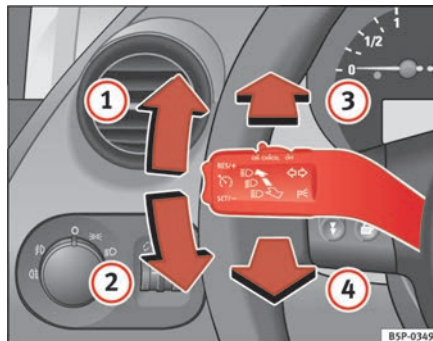

Fig. 78 Palanca de intermitentes y de luz de carretera
- Desplace la palanca hacia arriba hasta el tope ⇒ fig. 78 ① para encender el intermitente **derecho** o bien hacia abajo ②, para encender el intermitente **izquierdo**.
- Desplace la palanca hacia adelante ⇒ página 122, fig. 78  para encender la luz de carretera.